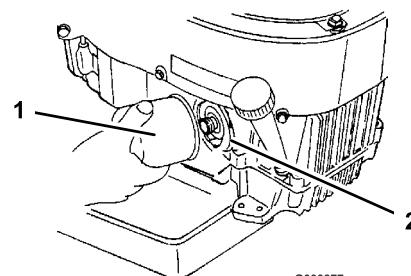

Bild 26
2. Entfernen Sie den alten Filter (Bild 26).
Sie ihn dann um eine weitere 3/4 Umdrehung fester (Bild 26).